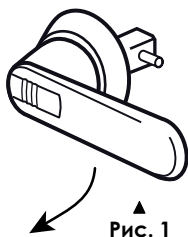

Рис. 1
1. Подать электропитание на устройство, переведя главный выключатель в положение ON (ВКЛ.) (см. рис. 1). Через несколько секунд после подачи напряжения включится дисплей; убедиться, что он находится в выключенном состоянии: OFF (ВЫКЛ.) (Выключите с помощью клавиши В на нижней стороне дисплея).